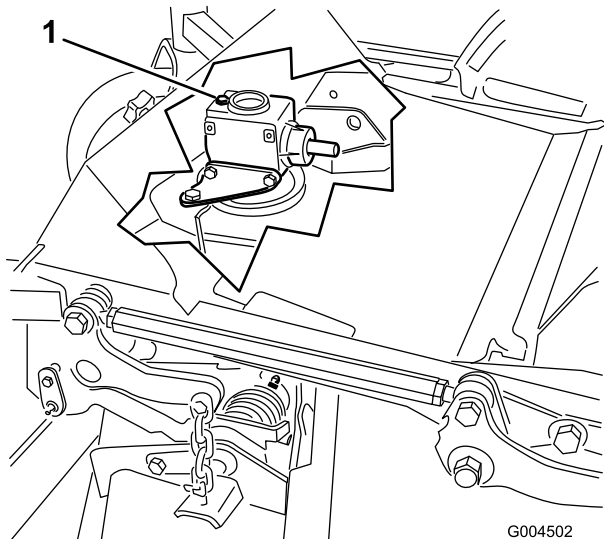

Bild 44
6. Nehmen Sie den Ölpeilstab bzw. die Ablassschraube oben am Getriebe ab (Bild 44) und stellen Sie sicher, dass der Schmiermittelstand zwischen den Marken am Peilstab liegt.
6. Nehmen Sie den Peilstab bzw. die Ablassschraube von der Oberseite des Getriebes ab (Bild 44).